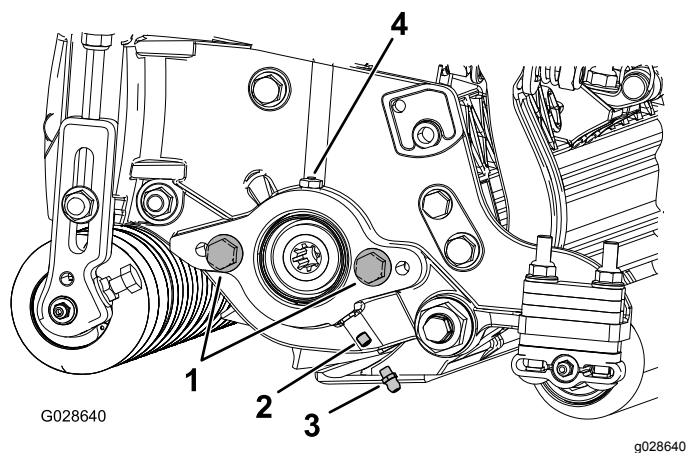

Рисунок 4
1. Выверните и удалите в отходы установочный винт на боковой пластине двигателя барабана (Рисунок 4).
2. Установите прямую масленку (Рисунок 4).
2. Если на боковой пластине двигателя барабана нет колпачковых винтов, установите их (Рисунок 4).
5. Заправляйте консистентной смазкой масленку боковой пластины до тех пор, пока излишки консистентной смазки не выйдут из выпускного отверстия (Рисунок 4).